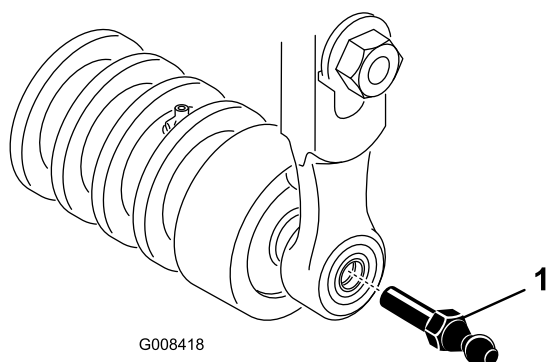

Figura 16
- F. Montate il supporto motore sul lato sinistro dell'apparato di taglio con le (2) viti a testa esagonale precedentemente rimosse. Serrate le viti a un valore di 16-20 Nm.
5. Inserite un prigioniero a sfera in ogni estremità del rullo anteriore dell'elemento di taglio (Figura 16).